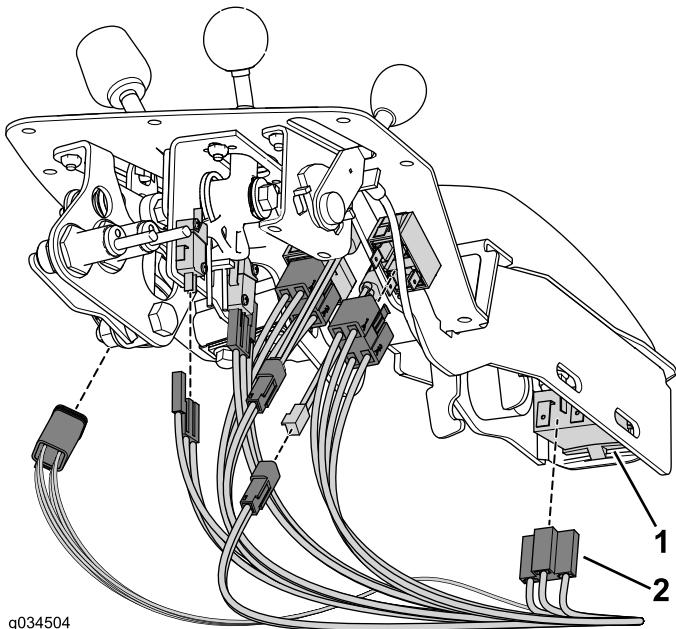

図 31
5. それぞれのコネクタにワイヤーハーネスを接続する図 31。